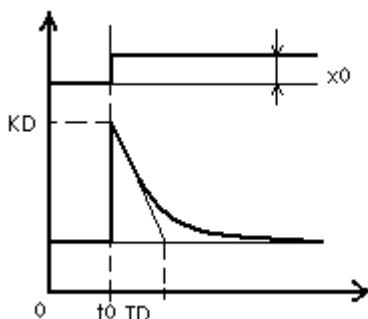

图 4: 纯微分作用的阶跃反应曲线
4、微分参数有的是一个, 用微分时间表示。有的分为两个: 微分增益和微分时间。微分增益 表示输出波动的幅度, 波动后还要输出回归, 微分时间表示回归的快慢。见图 4, KD 是微分增益, TD 是微分时间。
一般来说, 微分作用包含两个参数: 微分增益和微分时间。实际微分环节在前面已经说过。图 4 就是实际应用中的微分环节。